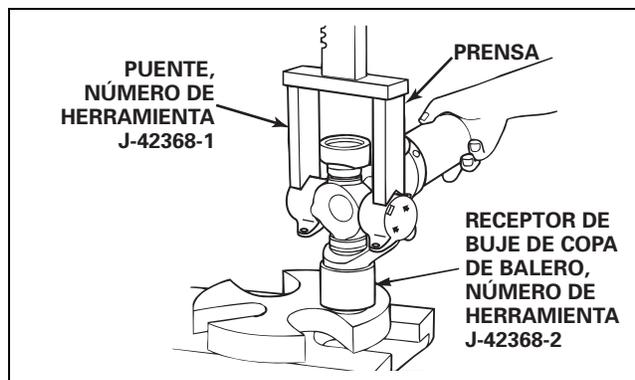

Figura 6
1. Use un puente de prensa (número de herramienta J-42368-1) y un receptor de buje de copa de balero (número de herramienta J-42368-2) como se muestra en la Figura 6.